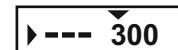

Рис.3
- Если точка попадания не совпала с точкой прицеливания, нажмите и удерживайте энкодер (9) для входа в меню.
6) Вращением энкодера выберите пункт "---" (новая дистанция) (см. рис.3).